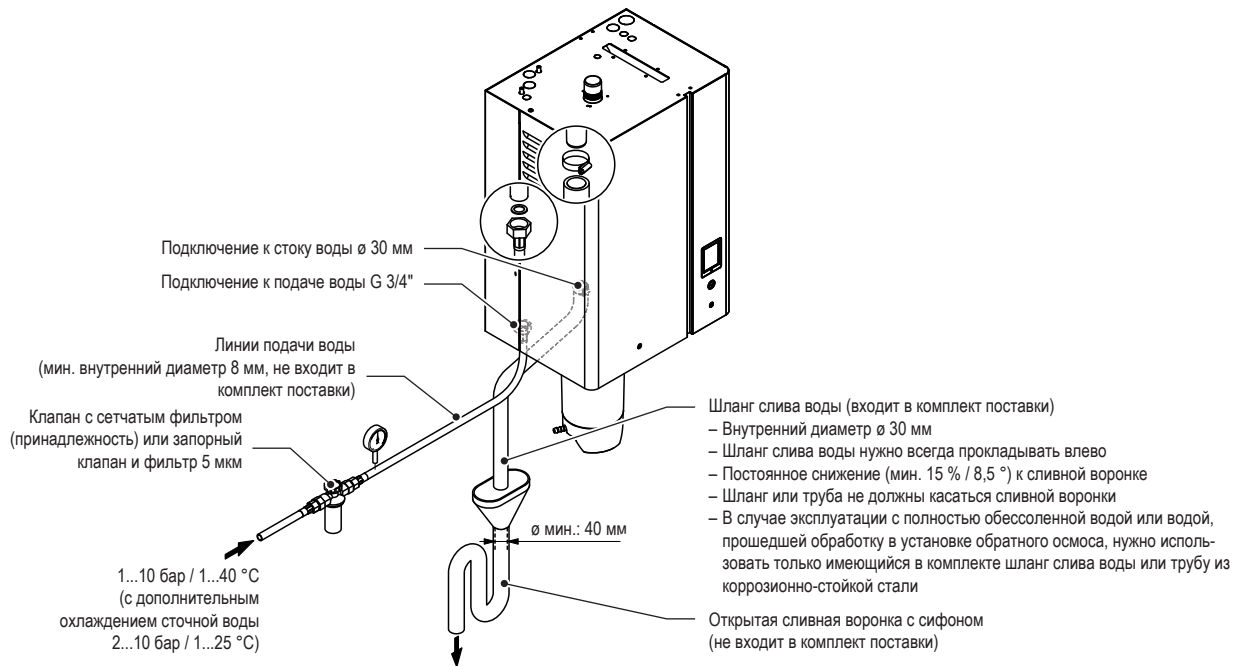

Рис. 15. Обзор системы водоснабжения для одиночных аппаратов малого ("S") и среднего ("M") размера
- Входящий в комплект отводной шланг нужно всегда направлять влево от соединительного элемента сточной системы и далее вниз к сливной воронке (см. *Рис. 15*).